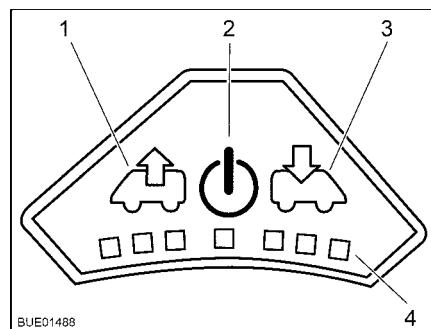

Bild 87 Fläktrégelge
**Slå på:** ■ Tryck på på/av-knappen (Bild 87,2). Fläkten går i komfortläge (vädring med lägsta fläktvarvtal).
**Avluftning:** ■ För att höja fläktvarvtalet: Tryck på vädringsknappen (Bild 87,1). Fläktvarvtalet i vädringsriktningen ökar en nivå. Lysdioderna (Bild 87,4) visar de olika nivåerna.
■ För att minska fläktvarvtalet: Tryck på ventilationsknappen (Bild 87,3). Fläktvarvtalet minskar en nivå.
- För att höja fläktvarvtalet: Tryck på ventilationsknappen (Bild 87,3). Fläktvarvtalet i ventilationsriktningen ökar en nivå. Lysdioderna (Bild 87,4) visar de olika nivåerna.
- För att minska fläktvarvtalet: Tryck på vädringsknappen (Bild 87,1). Fläktvarvtalet minskar en nivå.
- Tryck på på/av-knappen (Bild 87,2). Fläkten stannar och lamporna släcks.